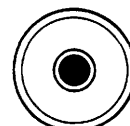

Рис. 9
(1) Выведите пузырек круглого уровня в нуль пункт.
(2) Поверните прибор на 180°, пузырек должен остаться в нуль пункте (Рис. 9). Если это не так, то необходимо отъюстировать уровень. Это выполняется следующим образом.